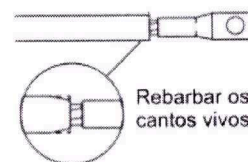

Figura 7
**CONECTOR TERMINAL:** Aplique o conector terminal ( a compressão, por exemplo). Caso o diâmetro da isolamento do cabo seja muito maior que o diâmetro externo do conector aplicado, faça uma ponta de lápis (ver figura 7).